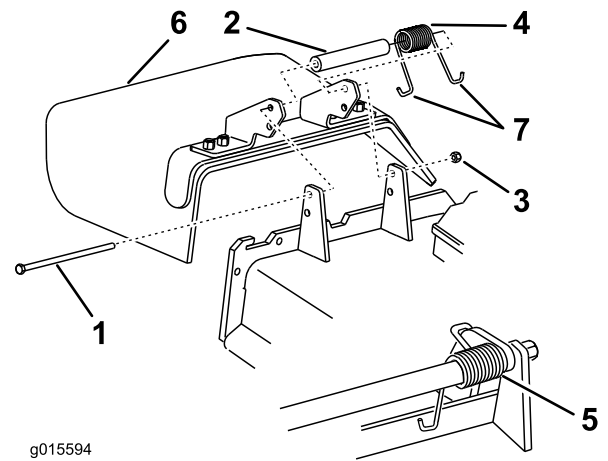

Figura 42
1. Retire a porca de bloqueio, o parafuso, a mola e a cunha que fixam o defletor de relva aos apoios de articulação na plataforma (Figura 42). Se o defletor de relva estiver danificado ou gasto, retire-o.
Nota: Certifique-se de que está montada uma extremidade em J por trás da extremidade da plataforma antes de colocar o parafuso como se mostra na Figura 42.
3. Coloque o parafuso e a porca. Coloque uma extremidade em gancho J da mola em torno do defletor de relva (Figura 42).